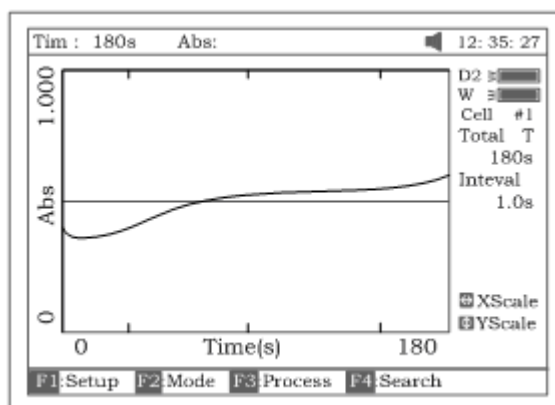

Рисунок 56
4. Установите кювету с пробой на пути луча, нажмите **[СТАРТ/СТОП]**, чтобы начать сканирование пробы. По прошествии времени задержки прибор издаст 3 звуковых сигнала и начнется процесс сканирования во времени. После завершения времени сканирования прибор также издаст 3 сигнала (рисунок 56).
Чтобы сохранить кривую, нажмите клавишу **[СОХРАНИТЬ]**. Примечание: загрузку или сохранение можно выполнить только с формы экрана режима кинетического анализа (рис.56).